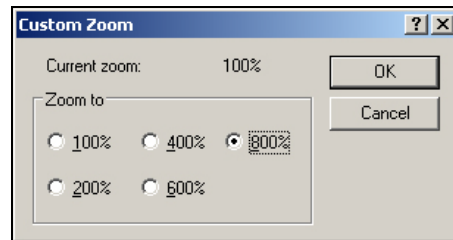

Figura 5-58: Comma personalizzata
- 2 Passare a *View > Zoom > Custom*. Viene visualizzata la finestra di dialogo *Custom Zoom* (*zoom personalizzato*) (vedi Figura 5-58).